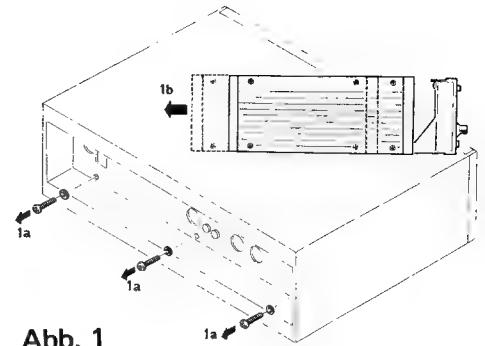

Abb. 1
- a) Die drei Kreuzschlitzschrauben in der Vertiefung hinten am Gerät lösen (Abb. 1).